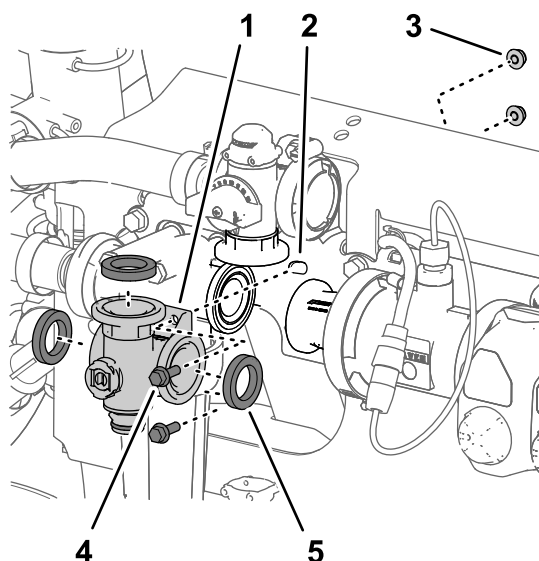
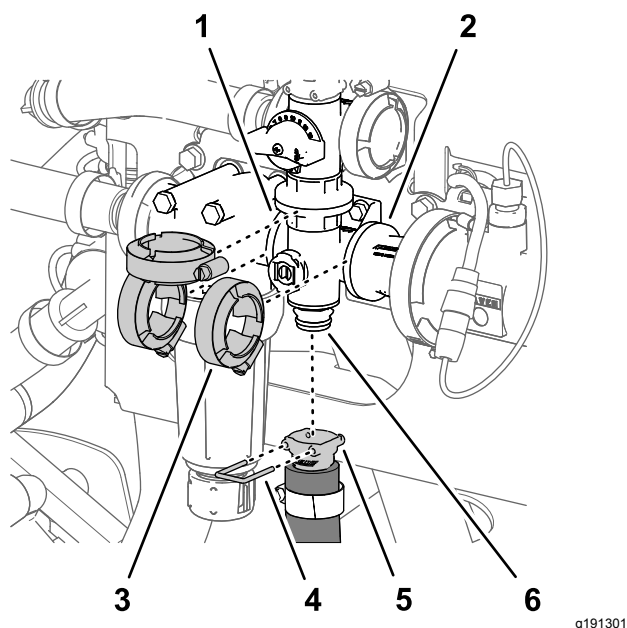

Figure 122
Figure 123
- Alignez la bride du collecteur de la vanne d'agitation et les 3 joints sur les brides de la vanne de dérivation d'agitation, de la tête du filtre sous pression et de l'adaptateur d'accouplement (Figure 123 et Figure 122).
2. Fixez légèrement le collecteur de vanne d'agitation à la vanne de dérivation d'agitation, la tête du filtre sous pression et l'adaptateur d'accouplement (Figure 123) à l'aide des 3 colliers bride que vous avez retirés à la section Dépose de la vanne d'agitation du collecteur (page 85).
5. Serrez les 3 colliers bride à la main (Figure 123).
6. Fixez le raccord rapide du flexible d'agitation au raccord rapide du collecteur de vanne d'agitation à l'aide de l'étrier de fixation (Figure 123).